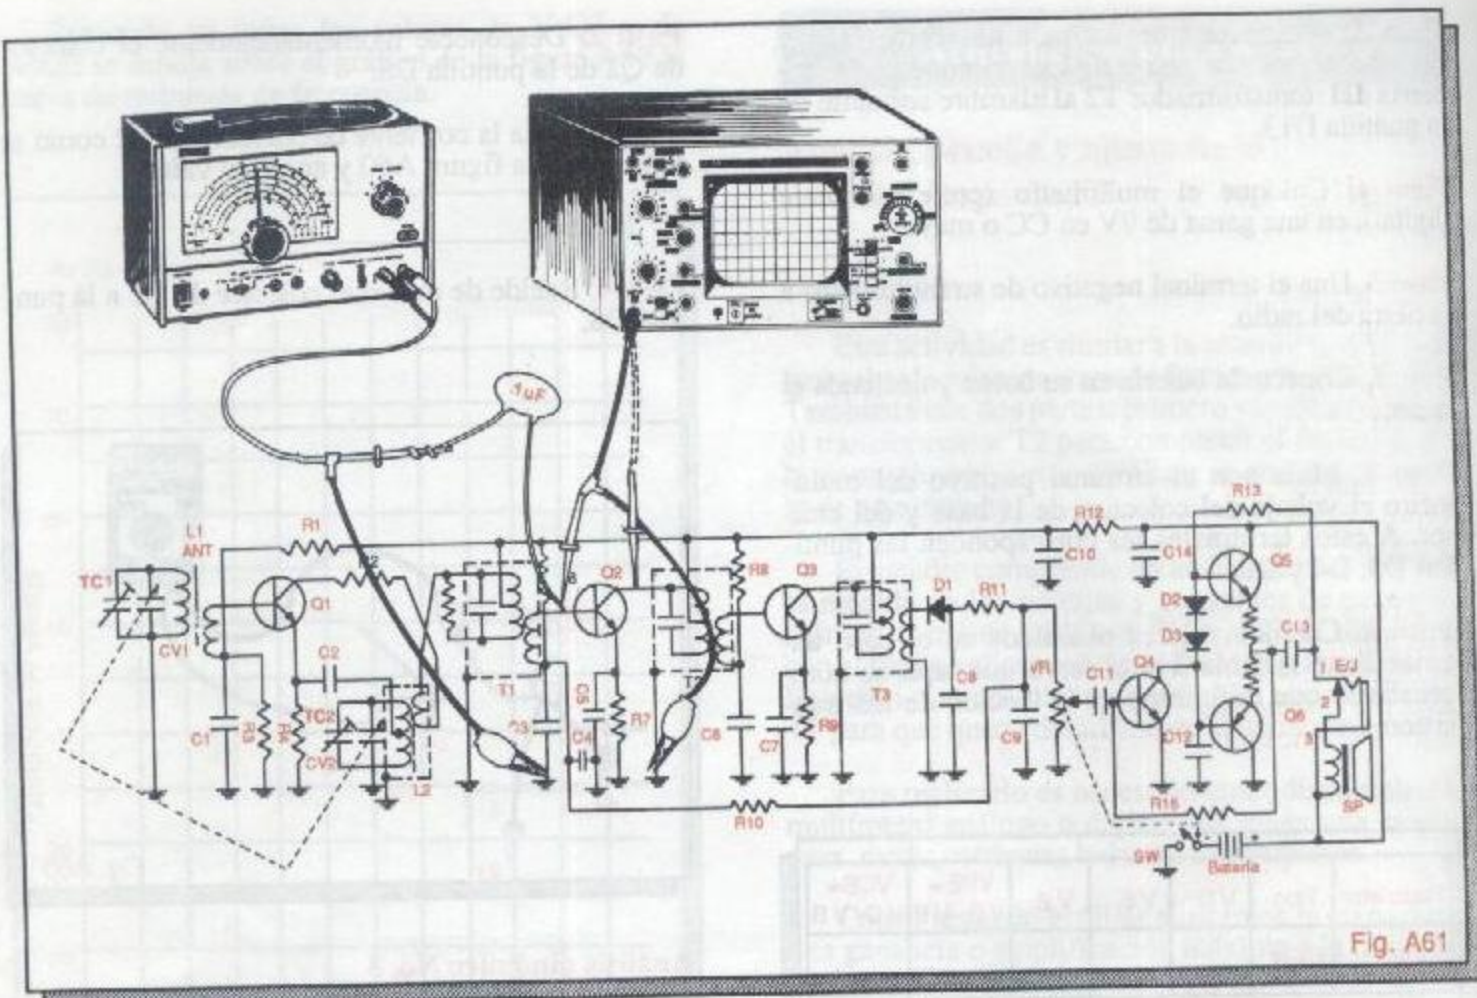

Fig. A61
**Paso 4.** Conecte un canal del osciloscopio también a la base de Q2. Observe la figura A61.